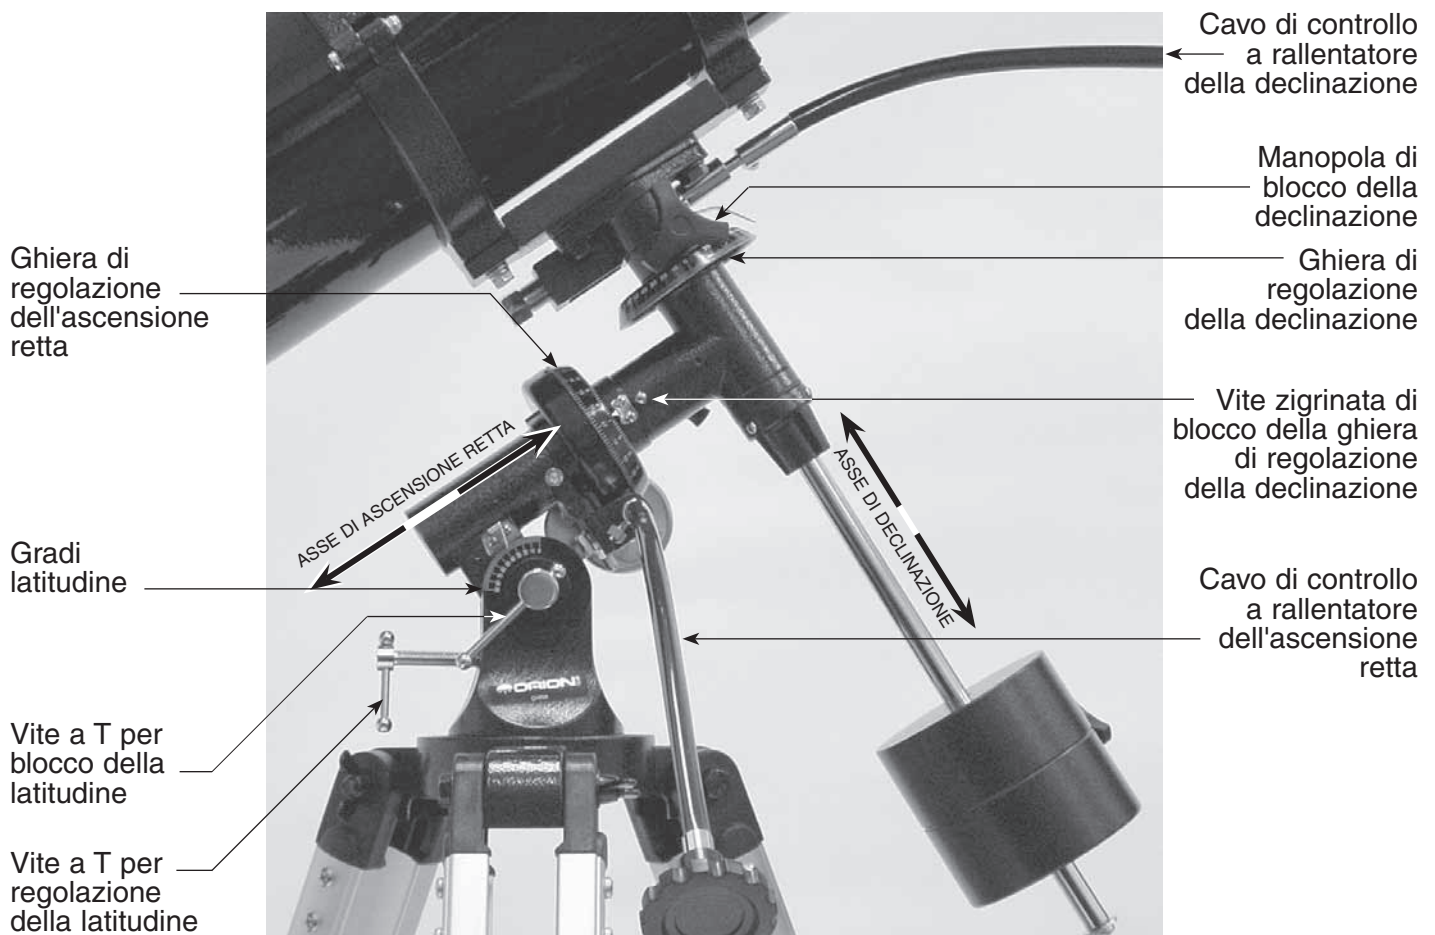

Figura 2. Montatura equatoriale del telescopio SpaceProbe 130
4. Orientare la montatura equatoriale come illustrato nella Figura 2, a una latitudine di circa 40°, ossia con il puntatore che segna 40 gradi di latitudine, appena sopra la vite a T per il blocco della latitudine. A tal fine allentare la vite a T per il blocco della latitudine e ruotare la vite a T per la regolazione della latitudine fino ad allineare il puntatore con il riferimento 40, quindi serrare nuovamente la vite a T per il blocco della latitudine. Potrebbe essere necessario riposizionare, ossia ruotare, anche gli assi di declinazione (Dec.) e ascensione retta (R.A.). Assicurarsi di aver allentato le relative manopole di blocco prima di procedere. Serrare nuovamente le manopole di blocco dell'ascensione retta e della declinazione una volta che la montatura equatoriale è orientata correttamente.
Quando si osserva il cielo notturno, con il passare del tempo le stelle sembrano muoversi lentamente da est a ovest. Questo moto apparente è causato dalla rotazione della terra (da ovest a est). Le montature equatoriali (Figura 2) sono progettate per compensare questo movimento e consentire di seguire facilmente i corpi astronomici, evitando che escano dal campo visivo del telescopio durante le osservazioni.